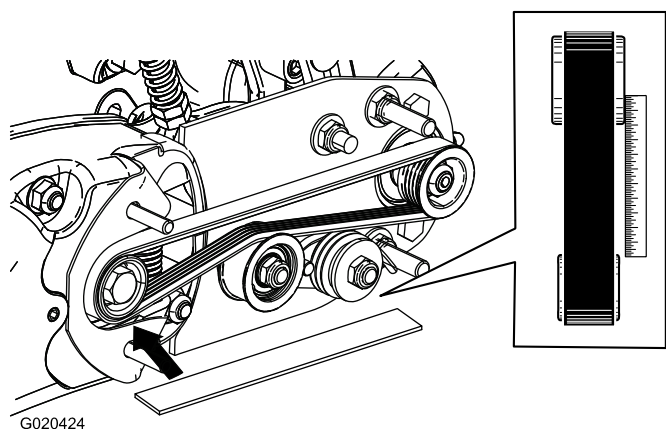

Figure 13
- Placez une règle de vérification le long de la face extérieure de la poulie d'entraînement (Figure 13). Ne posez pas la règle en travers des poulies d'entraînement et menée.